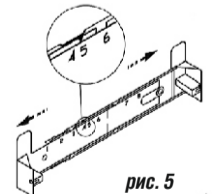

рис. 5
- увеличьте размер кронштейна (если это необходимо), раздвинув его, и зафиксируйте фиксатором напротив соответствующей цифры (рис.5);